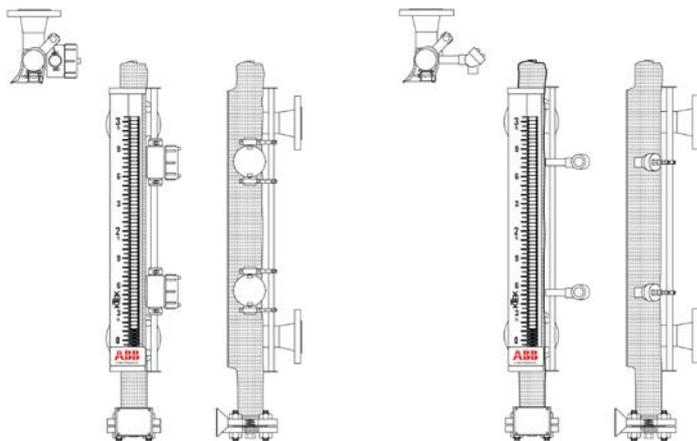

图 13 带开关的磁耦合液位计
- 5 使用这些可调支架和夹子可将此开关重新定位到液位计测量范围的任何位置。注: 隔热夹套/隔热垫仅包裹KM26腔体, 而不包括限位开关本身。(图13和表1)